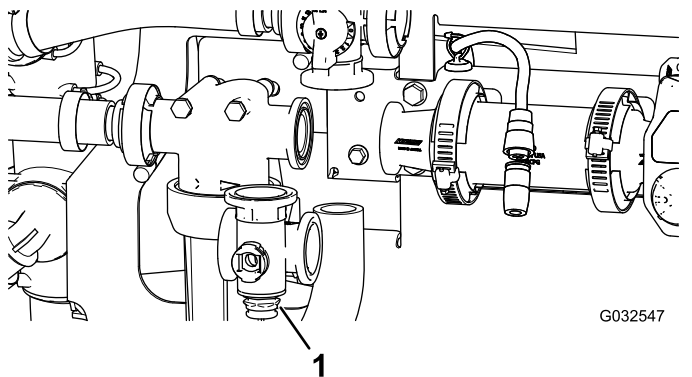

Figura 107
2. Retire o coletor da válvula de agitação da máquina (Figura 107).